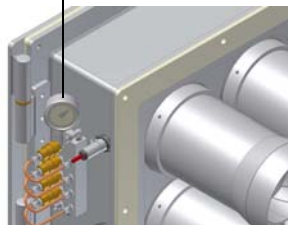
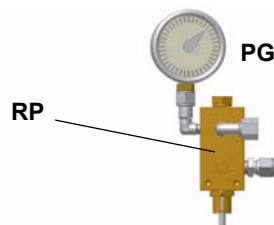

Рис. 23
Рис. 24
- 3 выпустить воздух со штуцера (**M**) манометра насоса (Рис. 23), расслабив слегка заглушку, но не снимая ее; затем отпустить контактор;
- 5 Только в случае необходимости, отрегулировать давление питания (см. соответствующий параграф) следующим образом: установить манометр в положение, указанное на Рис. 24, воздействовать на регулировочный винт **VR** насоса (см. Рис. 23) до получения на форсунке давления в 20 бар (форсунки Monarch - см. график на Таб. 1);